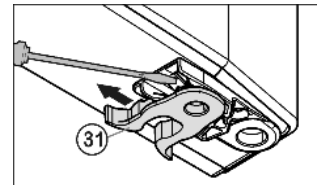

Fig. 7
- ▶ Spostare il Fig. 7 (31) morsetto a molla: Premere verso il basso il dente antifilamento, estrarre il morsetto a molla tirando verso l'alto.